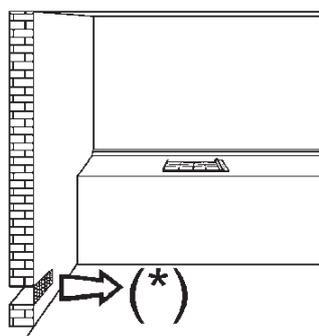
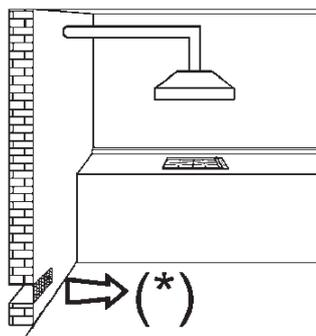
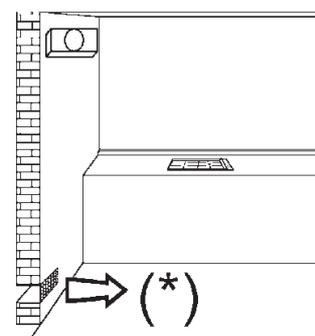

FIG. 3
FIG. 4
FIG. 5
- **El uso de una parrilla a gas produce calor y humedad en el local donde ha sido instalado. En consecuencia, es necesario garantizar una buena ventilación del local manteniendo libres de obstáculos las ranuras de ventilación natural (fig. 3) y activando un dispositivo mecánico de ventilación (campana de aspiración o electroventilador fig. 4 y fig. 5).**
Para garantizar el correcto funcionamiento de la parrilla es indispensable que el local en el que se instala esté ventilado permanentemente. La cantidad de aire necesaria es la que requiere la combustión normal del gas y la ventilación del local, cuyo volumen no podrá ser inferior a 20 m³. El flujo natural del aire debe tener lugar por vía directa a través de aberturas permanentes, efectuadas en las paredes del local que se desea ventilar. Dichas aberturas deben dar al exterior y tener una sección mínima de 100 cm² (ver fig. 3). Deben realizarse de modo que no puedan quedar obstruidas.
Las parrillas a gas deben descargar siempre los productos de la combustión por medio de campanas conectadas a chimeneas, a tubos de humos o directamente al exterior (ver fig. 4). En caso de que no sea posible aplicar la chimenea y siempre que se respeten totalmente las disposiciones relativas a la ventilación mencionadas en las normas vigentes, está permitido utilizar un ventilador instalado sobre una ventana o sobre una pared que dé al exterior, el cual deberá encenderse al mismo tiempo que la parrilla (ver fig. 5).